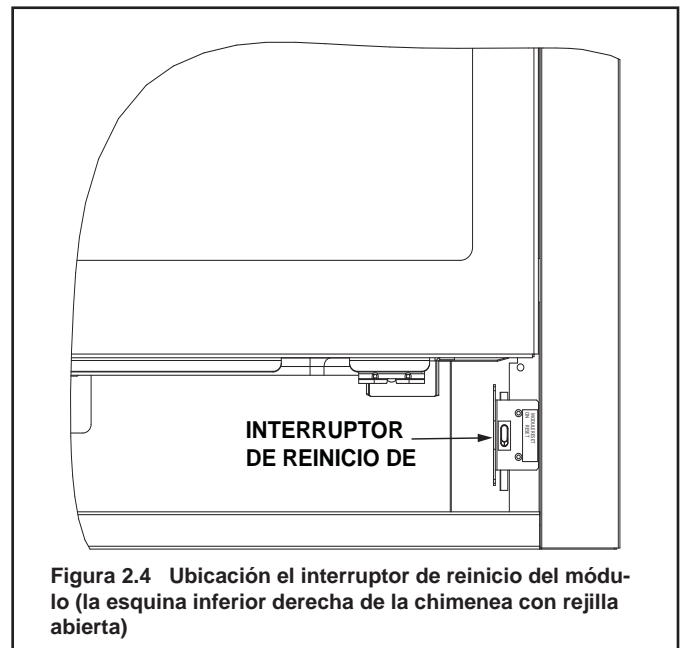

Figura 2.4 Ubicación el interruptor de reinicio del módulo (la esquina inferior derecha de la chimenea con rejilla abierta)
- Localice el interruptor de reinicio del módulo. (Ver Figura 2.4)
- Espere cinco (5) minutos para permitir que se disipe el posible gas acumulado.